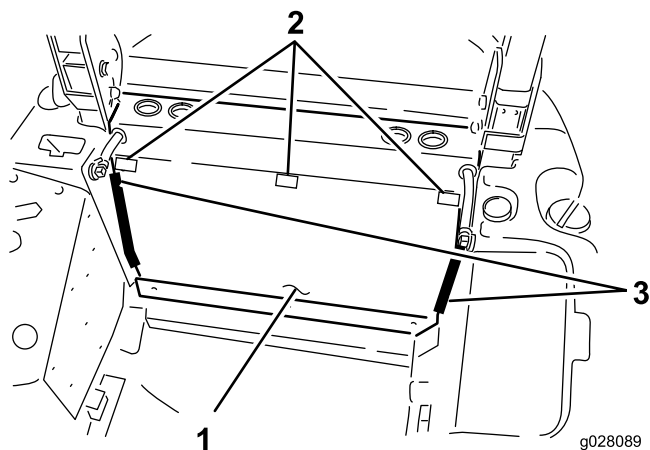

Figura 57
2. Collocate il pannello posteriore in posizione e allineate i fori di montaggio superiori con i fori nella traversa del telaio (Figura 57).